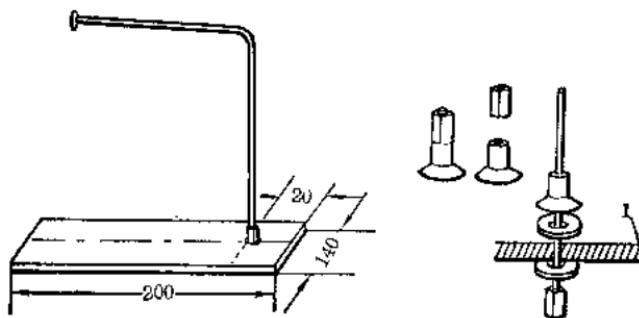

图 2
2. 把钢丝的长端固定在木板上。先在底板上用木钻钻一小孔，直径不超过2毫米，把弯成的架子脚（有螺纹的一端），拧上配套的一段螺帽（因螺帽过长，可一割为二），螺帽较大的一头朝下，先套一垫圈，把螺帽拧紧，使架子固定在底板上。见图2。